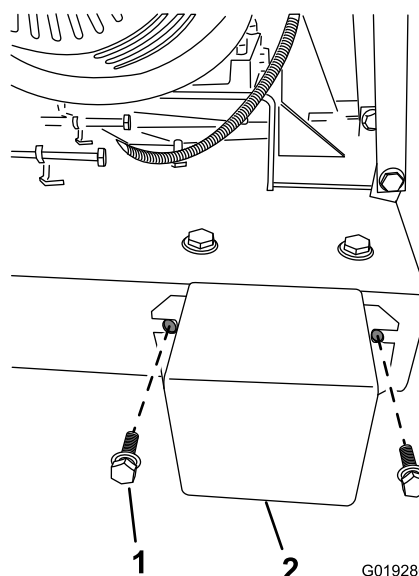

Figura 33
- C. Retire los pernos y las arandelas que sujetan el protector del eje a la base de la máquina, y retire el protector (Figura 33).